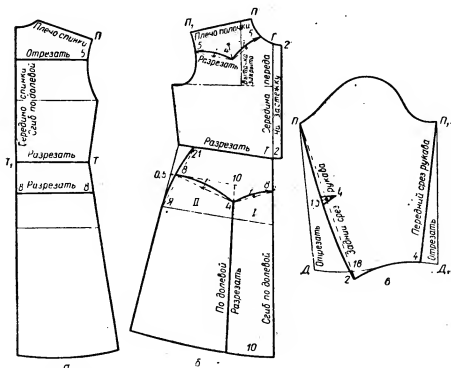

Рис. 210. Нанесение линии фасона платья с переходной фасонной кокеткой:
**Спинка а.** По линии талии спинки (рис. 210, а) наносят линию разреза. От точки П вниз по пройме откладывают 5 см, от точки 5 влево проводят горизонтальную линию отреза кокетки.
**Полочка.** По линии талии переда (рис. 210, б) наносят линию разреза. От точки Г вправо проводят горизонтальную линию и откладывают 2 см, от точки Т вправо также проводят горизонтальную линию и откладывают 2 см, точки 2 соединяют по линейке (2 см на застежку).
**Рукав.** На основную выкройку рукава платья наносят линии фасона. От точки Д1 (рис. 210, в) влево по низу рукава откладывают 4 см, точку 4 соединяют по линейке с точкой П1.